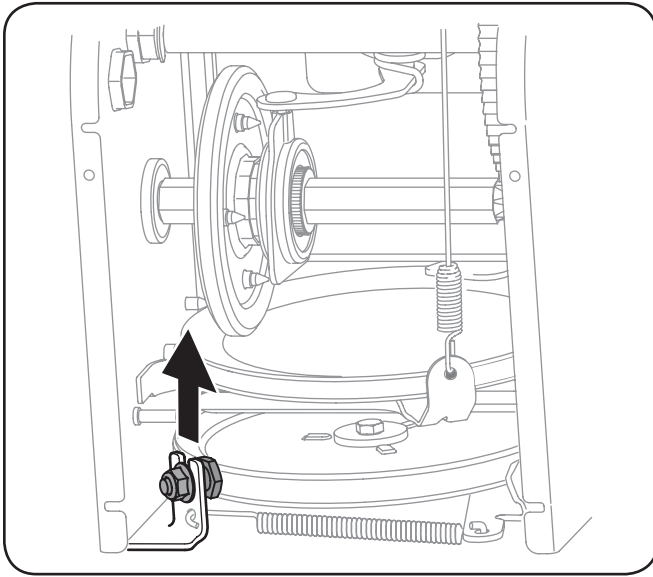

Figura 7-4
- Afloje y retire el perno con reborde que actúa como guardacorrea. Consulte la Figura 7-4.